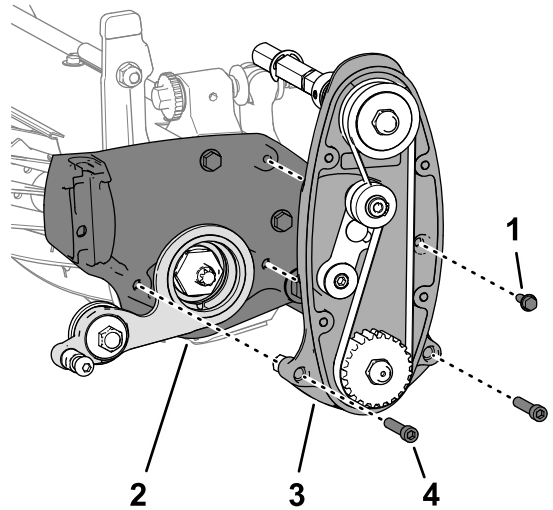

图 17
1. 如**图 17**所示将怠轮总成与滚刀组对齐。
5/16 英寸将总轮总成和滚刀驱动总成组装到滚刀组上 图 17。
- 使用凸缘头螺丝 1/4 x 3/4 英寸将滚刀驱动总成组装到滚刀组上 图 17